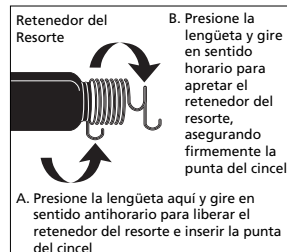

Figura 1 - Retenedor del Resorte
El retenedor del resorte sujeta el martillo en su lugar. El retenedor debe estar conectado **fijamente** (vea la figura 1). El retenedor es un elemento que normalmente se desgasta y deberá reemplazarse cuando esté desgastado. Reemplácelo con el juego de resorte para martillo, número de pieza MP2896 (2). El retenedor se destornilla para la fácil inserción del martillo.